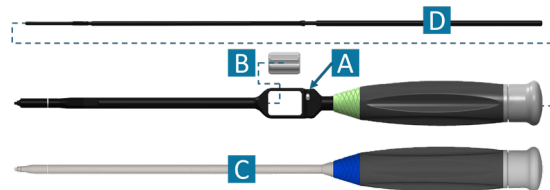

Abbildung 42
- **Demontage:** Stabilisieren Sie das Instrument, indem Sie es auf eine ebene Fläche legen, wobei der vertiefte Knopf (A) nach oben zeigt. Drehen Sie den silbernen Knopf (B) bis zum Anschlag gegen den Uhrzeigersinn. Drücken Sie mit dem Schraubenspanner (C) auf den vertieften Knopf, halten Sie ihn gedrückt und drehen Sie den silbernen Knopf weiter gegen den Uhrzeigersinn, bis die Zugstange (D) etwa einen halben Zentimeter aus dem Griff herausragt. Lassen Sie den Knopf los. Entfernen Sie die Zugstange proximal durch den Griff und nehmen Sie den silbernen Knopf vom Verriegelungsschraubendreher ab (Abbildung 42).
- **Wiedermontage:** Stabilisieren Sie das Instrument, indem Sie es auf eine ebene Fläche legen, wobei der vertiefte Knopf (A) nach oben zeigt. Setzen Sie den silbernen Knopf (B) in den Verriegelungsschraubendreher ein; er kann in beide Richtungen ausgerichtet werden. Führen Sie die Zugstange (D) so in den Griff ein, dass das Gewinde nach distal zeigt und durch den silbernen Knopf führt. Drücken Sie mit dem Schraubenspanner (C) auf den vertieften Knopf, halten Sie ihn gedrückt und schieben Sie die Zugstange bis zum Anschlag vor, so dass sie etwa einen halben Zentimeter aus dem Griff herausragt. Drehen Sie den silbernen Knopf im Uhrzeigersinn, bis die Zugstange fast bündig mit der Griffkappe ist.